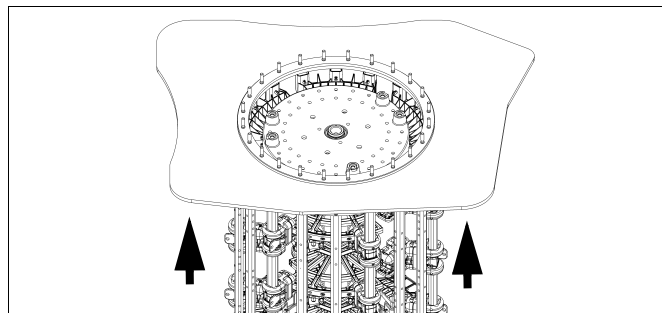

рис. 50
- 5) Поднимите устройство ПБВ без головки к крышке трансформатора (рис. 50).